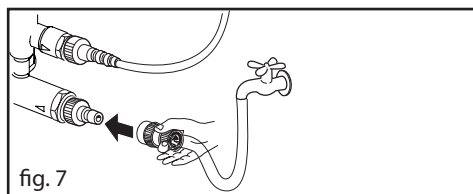

fig. 7
3. Conecte o tubo de alimentação da água à entrada da bomba (Máx. 1 MPa, temperatura máx. 40° C) (fig. 7).